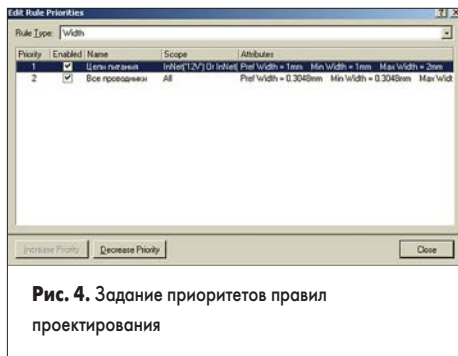

Рис. 4. Задание приоритетов правил проектирования
1. Нажмем кнопку Priorities, расположенную в левом нижнем углу PCB Rules and Constraints Editor. На экране появится диалоговое окно Edit Rule Priorities (рис. 4).